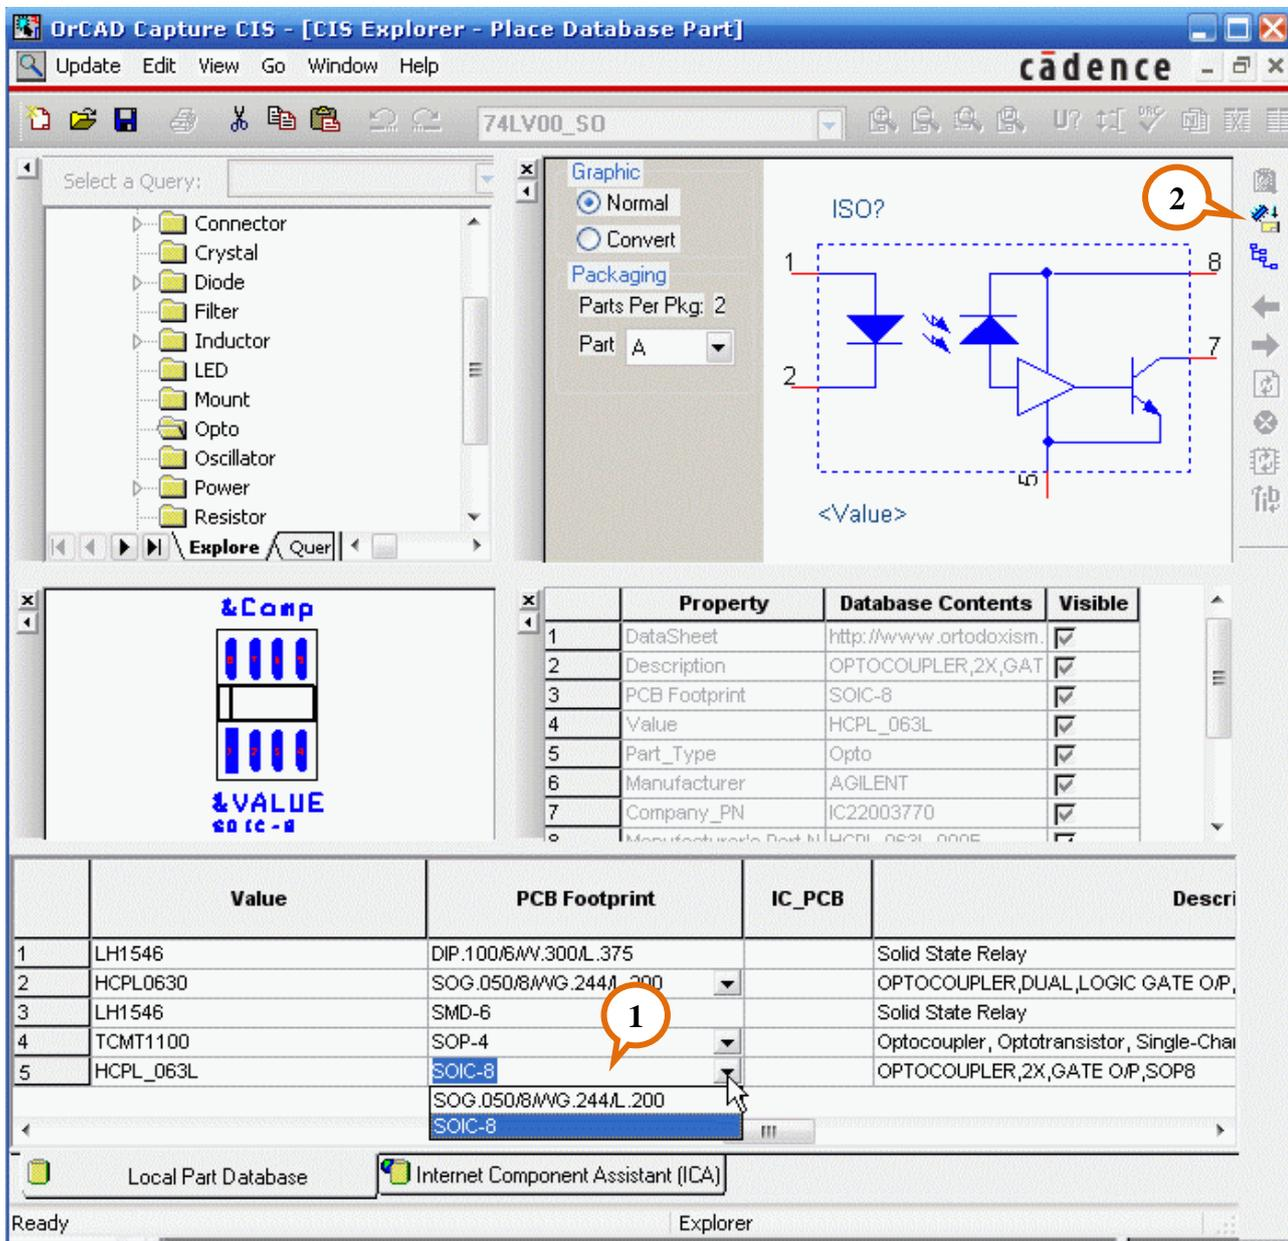

рис. 11-2
Для некоторых параметров есть возможность выбора из списка (рис. 11-2, ①). Например, если имеется несколько вариантов изображения footprints.
После того, как компонент найден, его можно вставить в схему (рис. 11-2, ②).